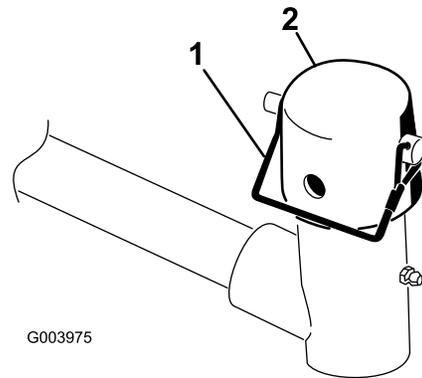

Figura 6
3. Em cada braço de elevação da unidade de corte, remova o pino de encaixe que prende a tampa à forquilha da articulação do braço de elevação e remova a tampa (Figura 6).